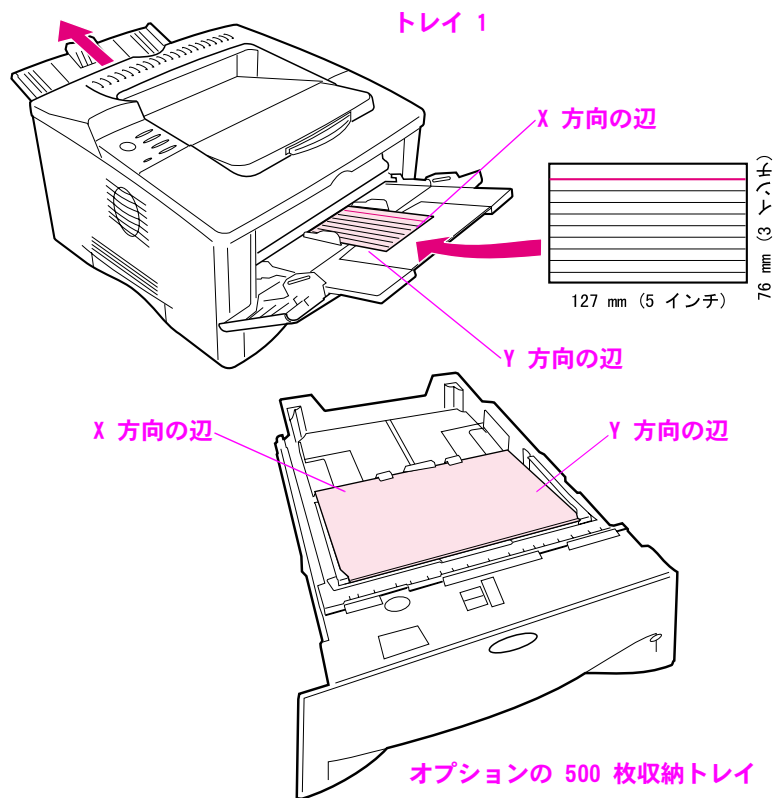

図 17 カスタムサイズ用紙の印刷
- 3 [インサツ] メニューから、図 17 に示す X 寸法（用紙のフロントエッジ）を設定します。X 寸法は、トレイ 1 では 76 ～ 312 mm (3 ～ 12.28 インチ)、500 枚収納用紙トレイ（オプション）では 148 ～ 297 mm (8.2 ～ 11.7 インチ) になります。図 17 に示す Y 寸法（用紙のサイドエッジ）を設定します。Y 寸法は、トレイ 1 では 127 ～ 470 mm (5 ～ 18.5 インチ)、500 枚収納用紙トレイ（オプション）では 210 ～ 432 mm (5.8 ～ 17 インチ) になります。